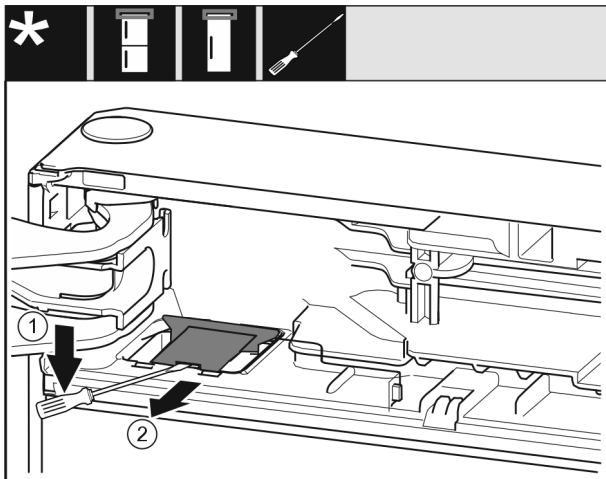

Fig. 11
- Nxirni nga foleja kapakun mbulues Fig. 11 (1) me një kaçavidë me kokë petë dhe ngrijeni lart.
- Nxirni jashtë kapakun mbulues Fig. 11 (2).